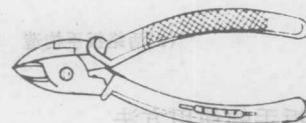

图2-9 断线钳
(5) 断线钳 断线钳又称斜口钳，钳柄有铁柄、管柄和绝缘柄三种型式，其中电工用的绝缘柄断线钳的外形如图2-9所示。其耐压为1000伏。